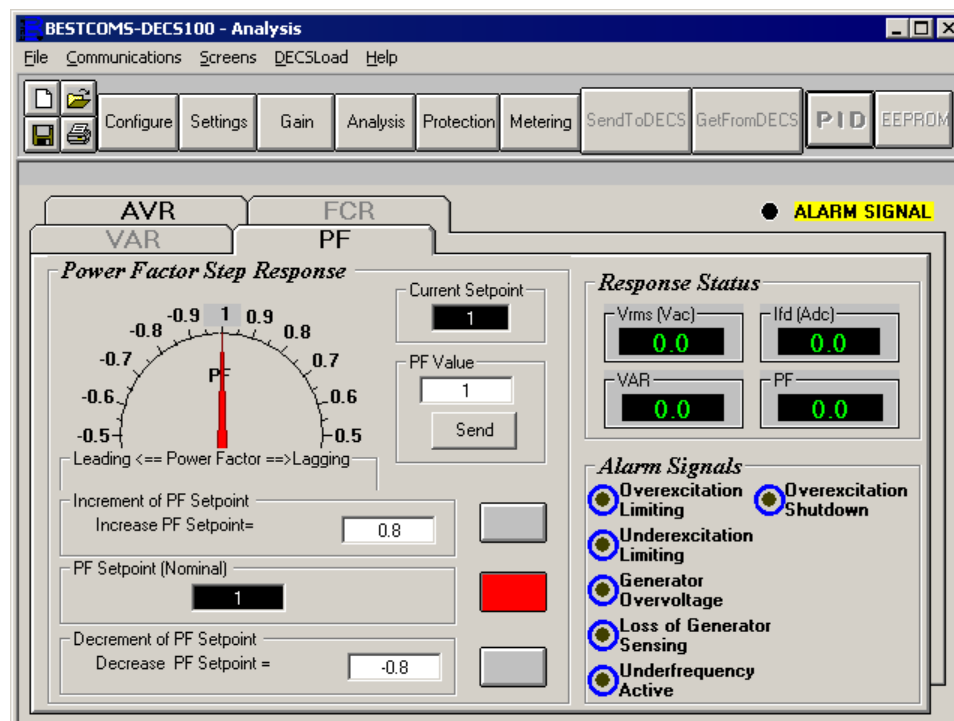

Figura 5-12. Schermata Analysis (Analisi), scheda PF (FP)
La Figura 5-12 illustra le impostazioni, i valori di rilevamento e gli indicatori di allarme della scheda PF (FP). Tutte le impostazioni della scheda PF (FP) sono descritte nei seguenti paragrafi.